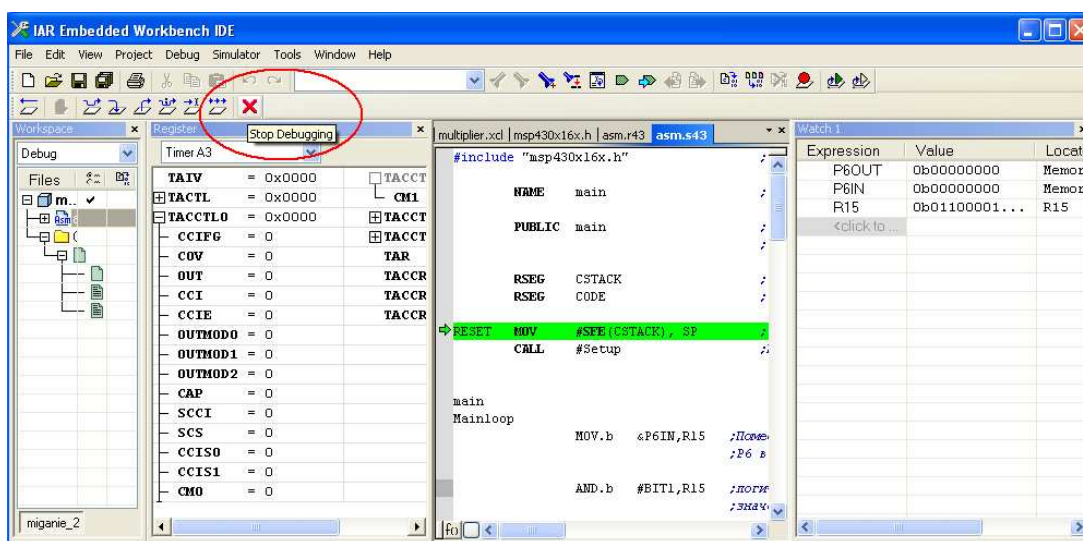

Рис. 11. Остановка отладки программы
3.13. Снимите все точки останова, после чего остановите процесс отладки программы, нажав клавишу Stop Debugging (рис. 11).